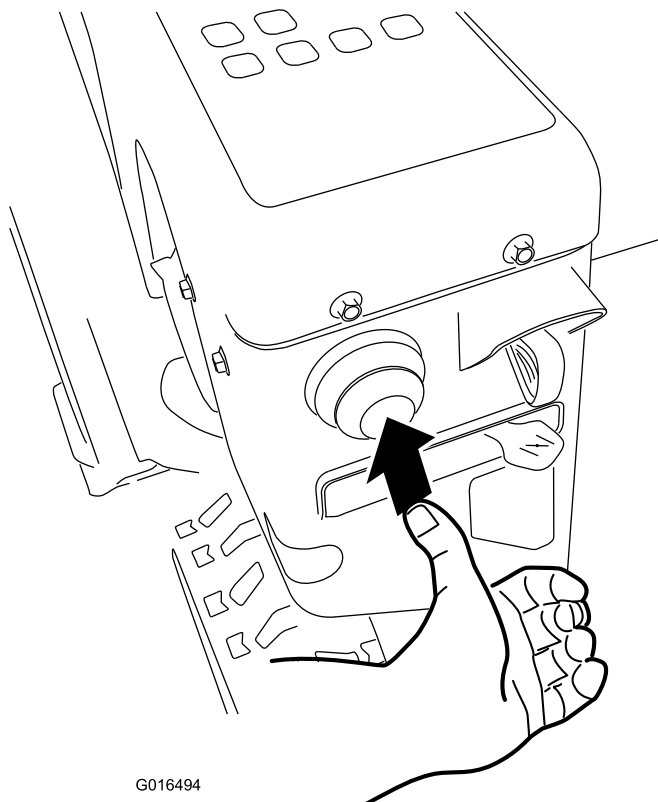

Figure 22
4. Appuyez fermement sur l'amorceur avec le pouce, comme indiqué par le tableau ci-dessous, en marquant une pause d'une seconde avant de relâcher la pression (Figure 22).